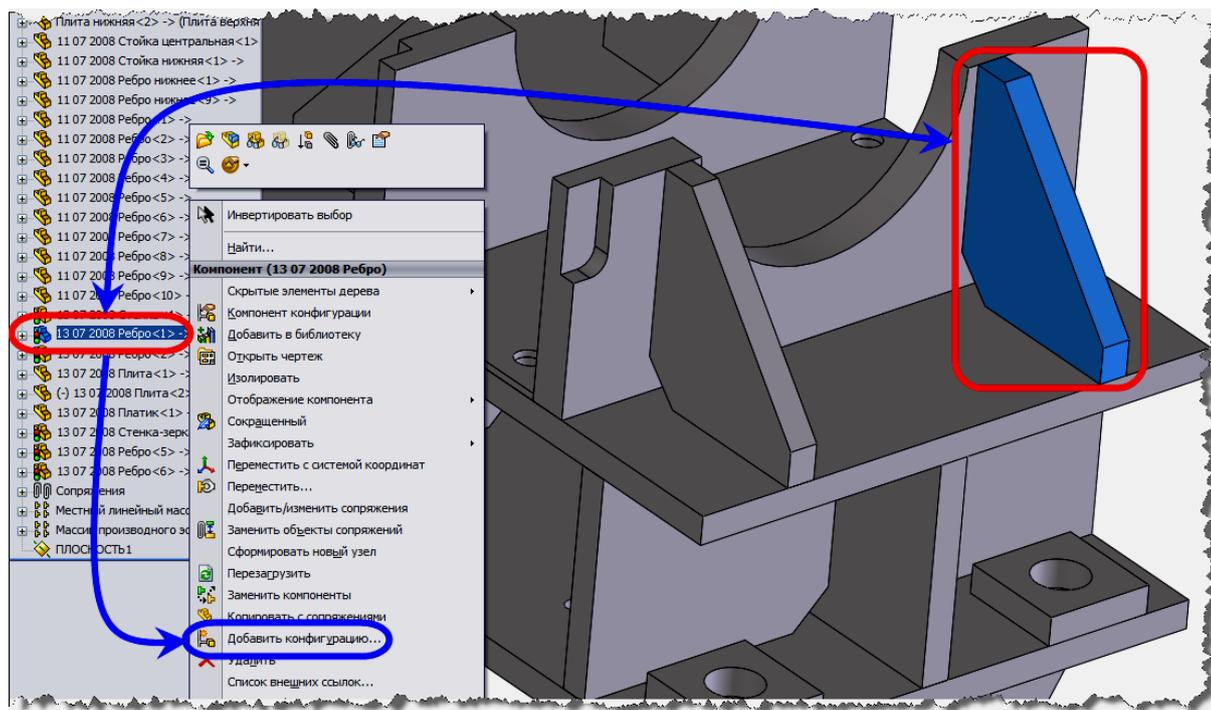

Рис. 11.118 Добавление конфигурации компоненту, входящему в состав сборки изделия.
4. Выбрать в *Контекстном меню* команду **Добавить конфигурацию**  (рис.11.118).
**ВНИМАНИЕ:** Не путайте команду **Добавить конфигурацию**  с находящейся в том же Контекстном меню командой **Компонент конфигурации**  (см.рис.11.118) - отвечающей за визуализацию (*Погасить* или *Отобразить*) компонента в составе данного изделия.